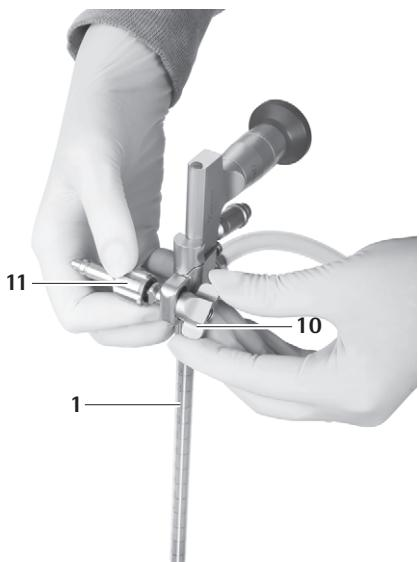

Fig. 19
- ▶ Avvitare il dado ad alette **10** finché non viene fissato l'adattatore braccio di tenuta **11**, vedere Fig. 19.